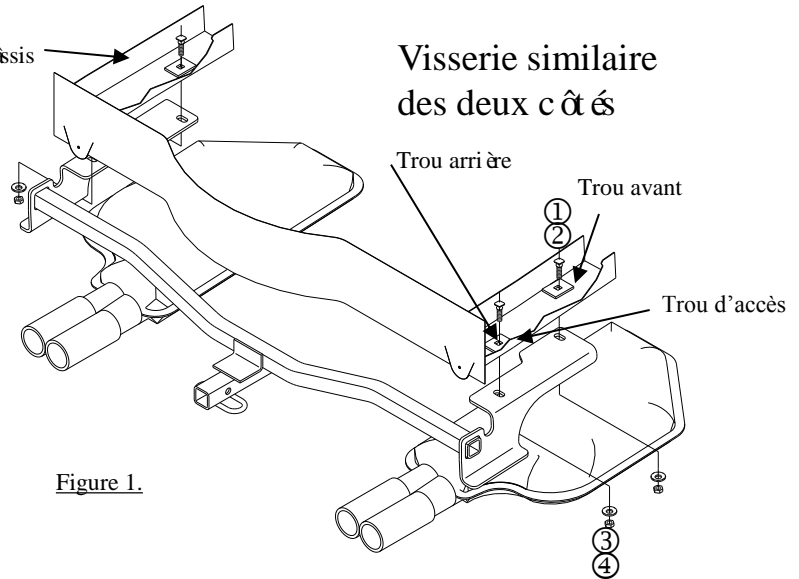

Figure 1.
- Soulever l'attelage en position comme illustré à la figure 1. Faire passer les fils de tirage dans les arrières du support.